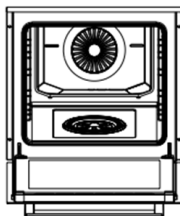
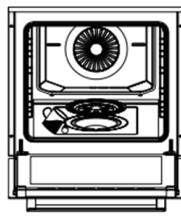
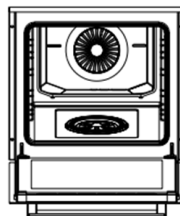

Abbildung 12
Abbildung 13
Abbildung 14
2. Öffnen Sie die Abdeckung des Geräts (siehe Abbildung 12). Entfernen Sie die Abdeckung des Wassertanks und füllen Sie den Tank (siehe Abbildung 13). Schließen Sie dann die Abdeckung des Wassertanks (siehe Abbildung 14). Schließen Sie den Deckel des Geräts und heizen Sie es 10 Minuten lang vor. Nach dem Vorheizen können Sie die Speisen in das Gerät geben.